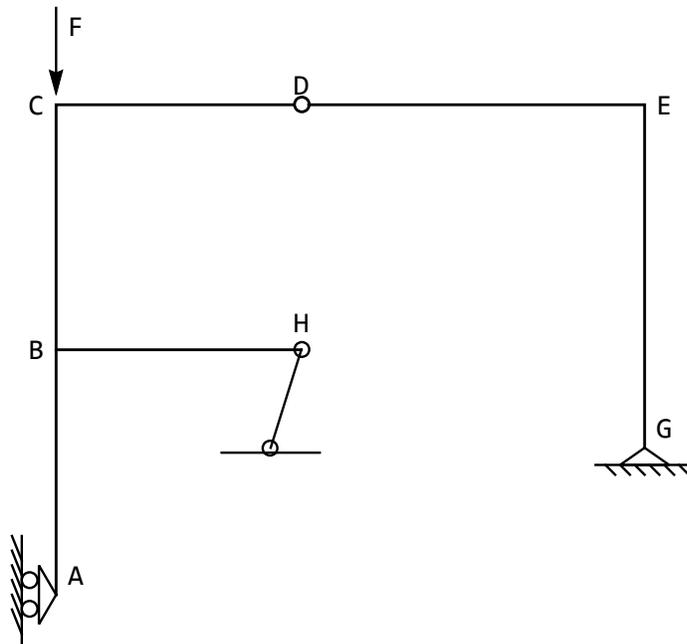

Figura 65: Lo schema strutturale
1. Per la struttura di Figura 65, disegnare il diagramma del momento flettente